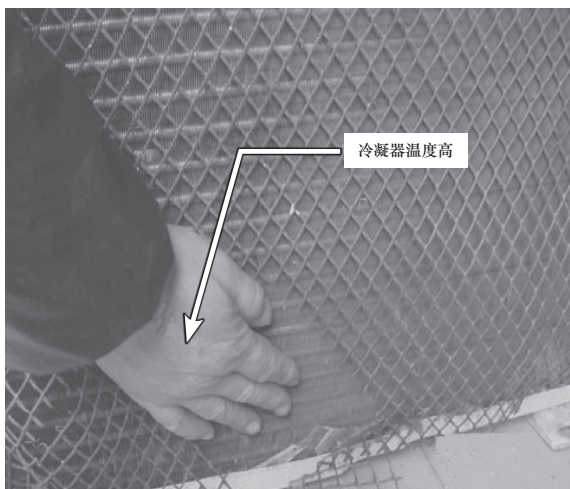

图 4-7 手摸冷凝器
6) 运行时室外机出风框从上到下发热，手摸冷凝器下部温度比正常开机温度要高，如图 4-7 所示。